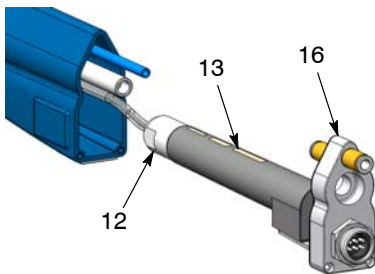

Fig. 27 Retrait du multiplicateur du boîtier
2. Voir la figure 27. Tirer le dissipateur thermique (16) auquel est fixé le multiplicateur (13) hors du boîtier. Continuer de tirer jusqu'à pouvoir saisir l'écrou du multiplicateur (12).